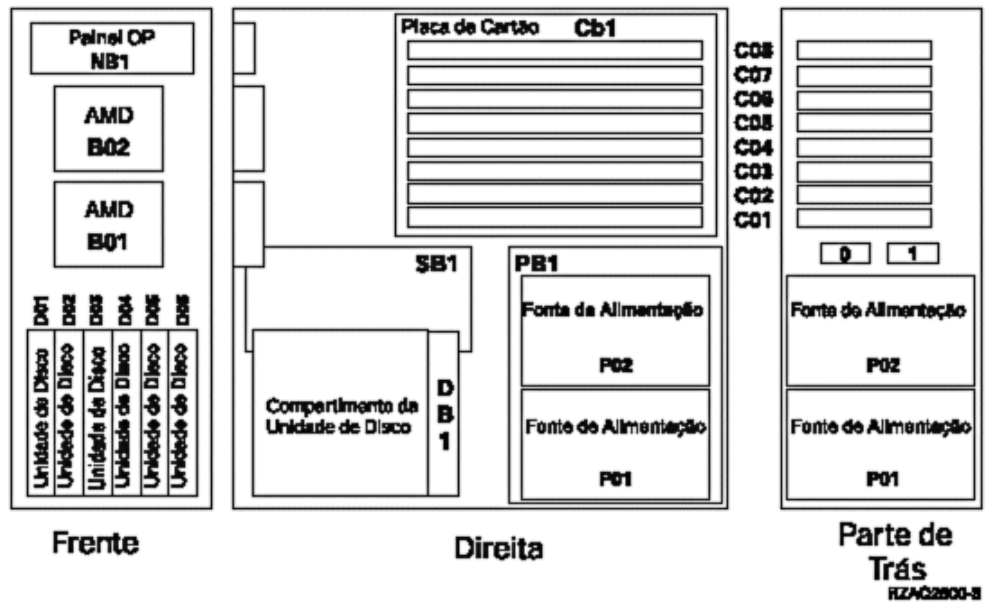

Figura 9. Posições das placas na unidade de expansão 5075
2. Figura 9 representa as posições das placas (vista da parte de trás e lateral) numa unidade de expansão 5075.